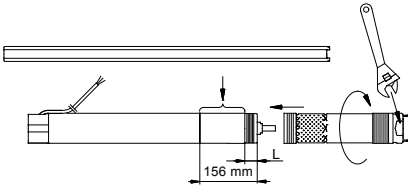

Fig. 6
- Colocar el motor horizontalmente en un tornillo de banco y sujetarlo, ver fig. 6.
Se puede utilizar una llave inglesa en los puntos de sujeción de la bomba, ver fig. 6.